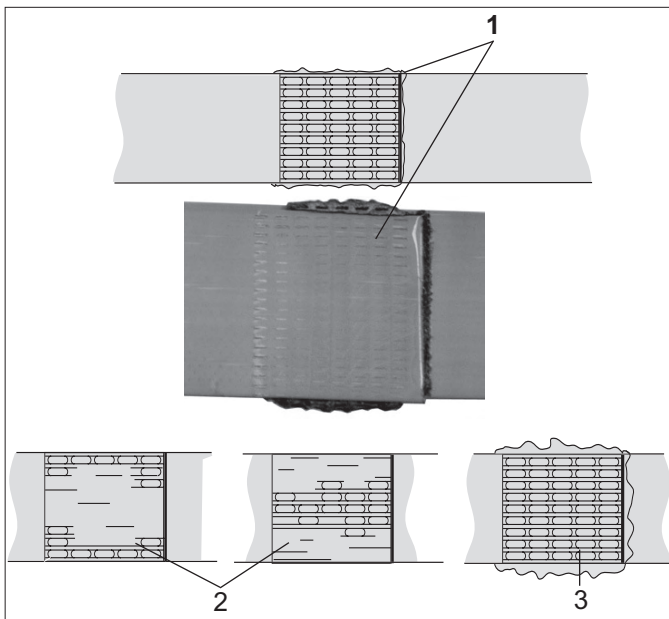

Fig. 9
- Verschluss nach jeder Umreifung auf sein Aussehen überprüfen (siehe Fig. 9). Bei schlecht geschweissten Bändern: **Einstellung der Schweisszeit überprüfen (siehe Kapitel 5.7).**
- Check appearance of seal (see fig. 9) after each strapping. If the straps are poorly welded, **check the welding time setting (refer to chapter 5.7).**
- Vérifier après chaque cerclage l'aspect du sertissage (voir fig. 9). En cas de bandes mal soudées: **vérifier le réglage de la durée de soudure (voir chapitre 5.7).**